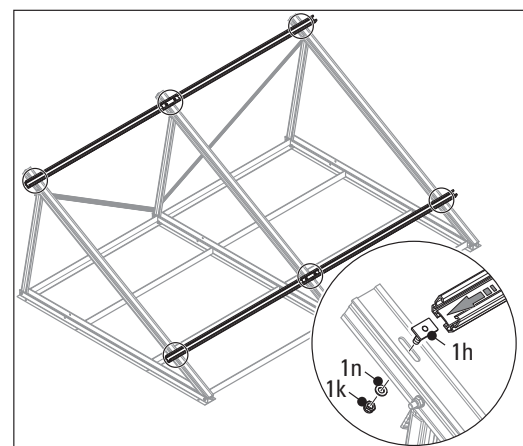

Figura 3-13 Montar las guías de perfil de montaje, 2º paso
15. Montar la guía inferior y superior de perfil de montaje con los elementos de atornillado (módulo de apriete (pos. 1h), las arandelas de apoyo (pos. 1n) y las tuercas hexagonales con dentado de bloqueo (pos. 1k) teniendo en cuenta la distancia (Y_2) con respecto al borde inferior del carril de asiento, así como la distancia (Y_1) entre las guías de perfil de montaje (véanse la tab. 3-1 y la figura 3-13).